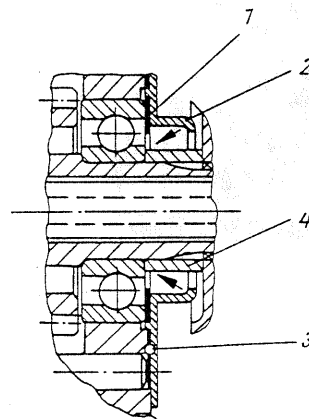
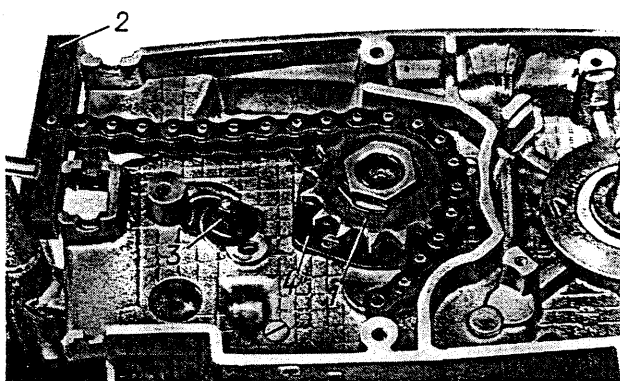

Fig. 186. Capot d'étanchéité de la roue dentée à tige
Fig. 188. Monter la roue dentée à chaîne
Contrôler et/ou échanger le joint d'étanchéité 25 x 35 x 7. Coller les rondelles compensatrices (1) au capot d'étanchéité (2) en utilisant un peu de graisse. Enduire le joint d'étanchéité (2) en utilisant un peu de graisse. Enduire le joint d'étanchéité (3) avec la matière d'étanchéement ; faire entrer les vis de fixation enduites de matière d'étanchéement et les serrer au couple de 5 Nm (0,5 kpm). Contrôler et/ou échanger la douille d'écartement (4) (fig. 186).
La lèvre au joint torique d'étanchéité dans le capot d'étanchéité doit être enduite d'une mince couche de graisse – emmancher la douille d'écartement (4 à la fig. 186). Emmancher la roue dentée à chaîne d'engrenages (évidement dirigé vers le moteur) et la rondelle frein. Serrer l'écrou SW 27 au couple de 60₋₁₂ Nm (6_{-1,2} kpm) (filet à droite !). Ce faisant, avoir recours au serre-pièce (2) et appliquer la rondelle frein (1) (fig.188).